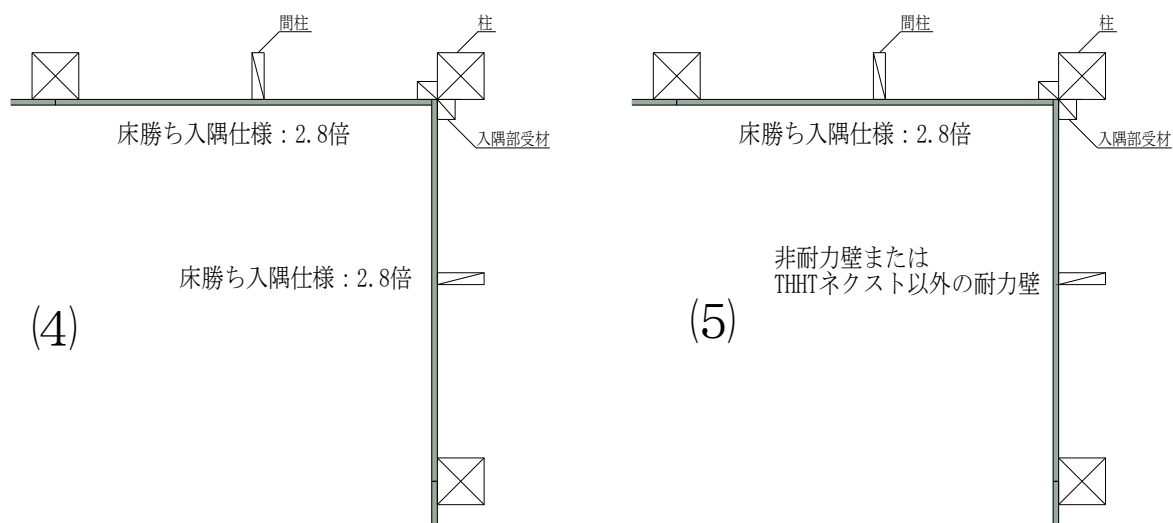

図9 入隅部の納まり図②
- ・(4)直交する両壁ともに耐力壁（2.8倍）とできます。また、(5)直交するどちらかの壁が雑壁であった場合でも、もう一方の壁は耐力壁（2.8倍）とできます（図9）尚、入隅部面材の勝ち負けおよび1P・2Pは問いません。